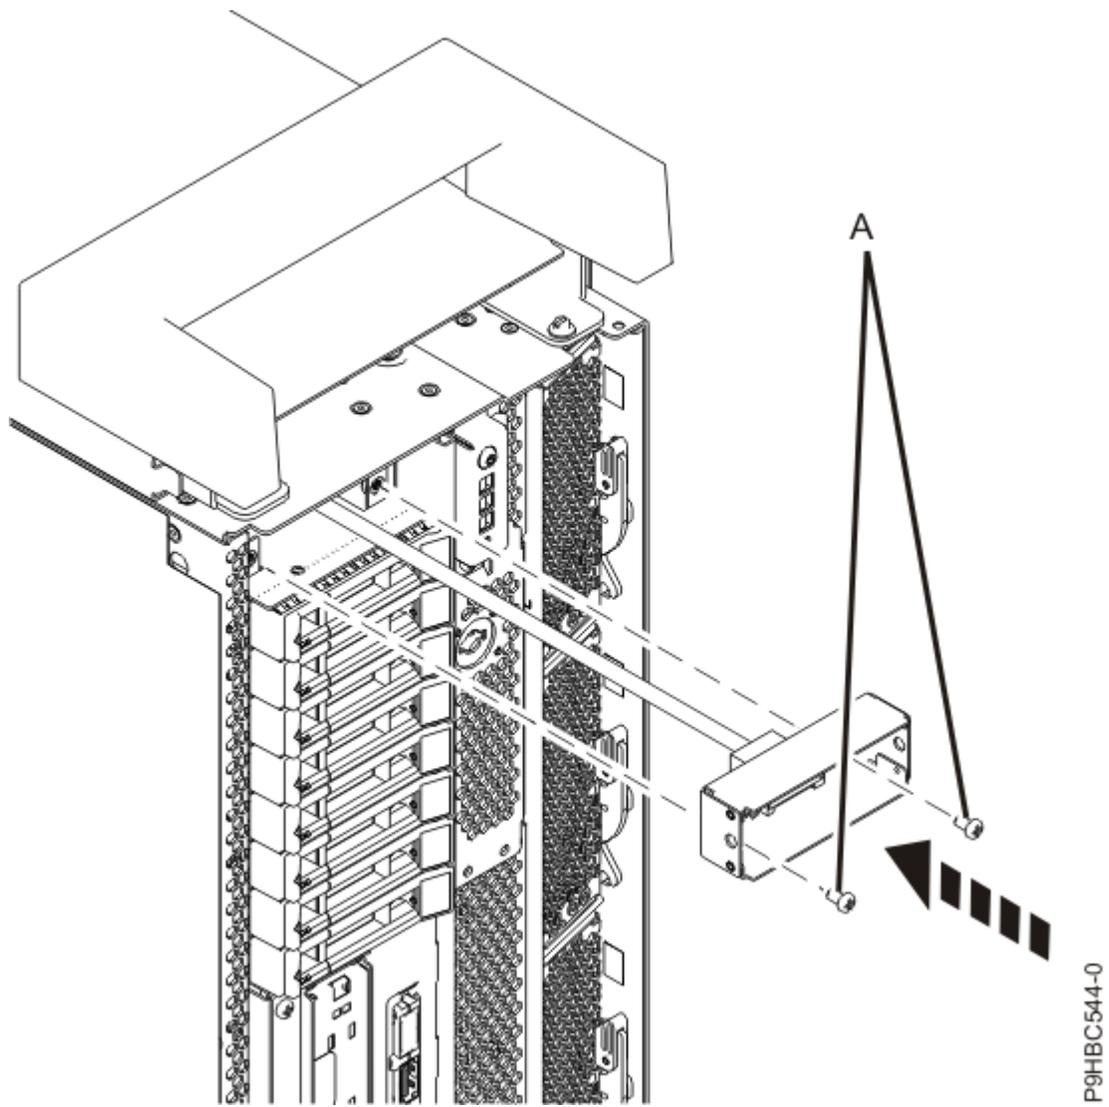
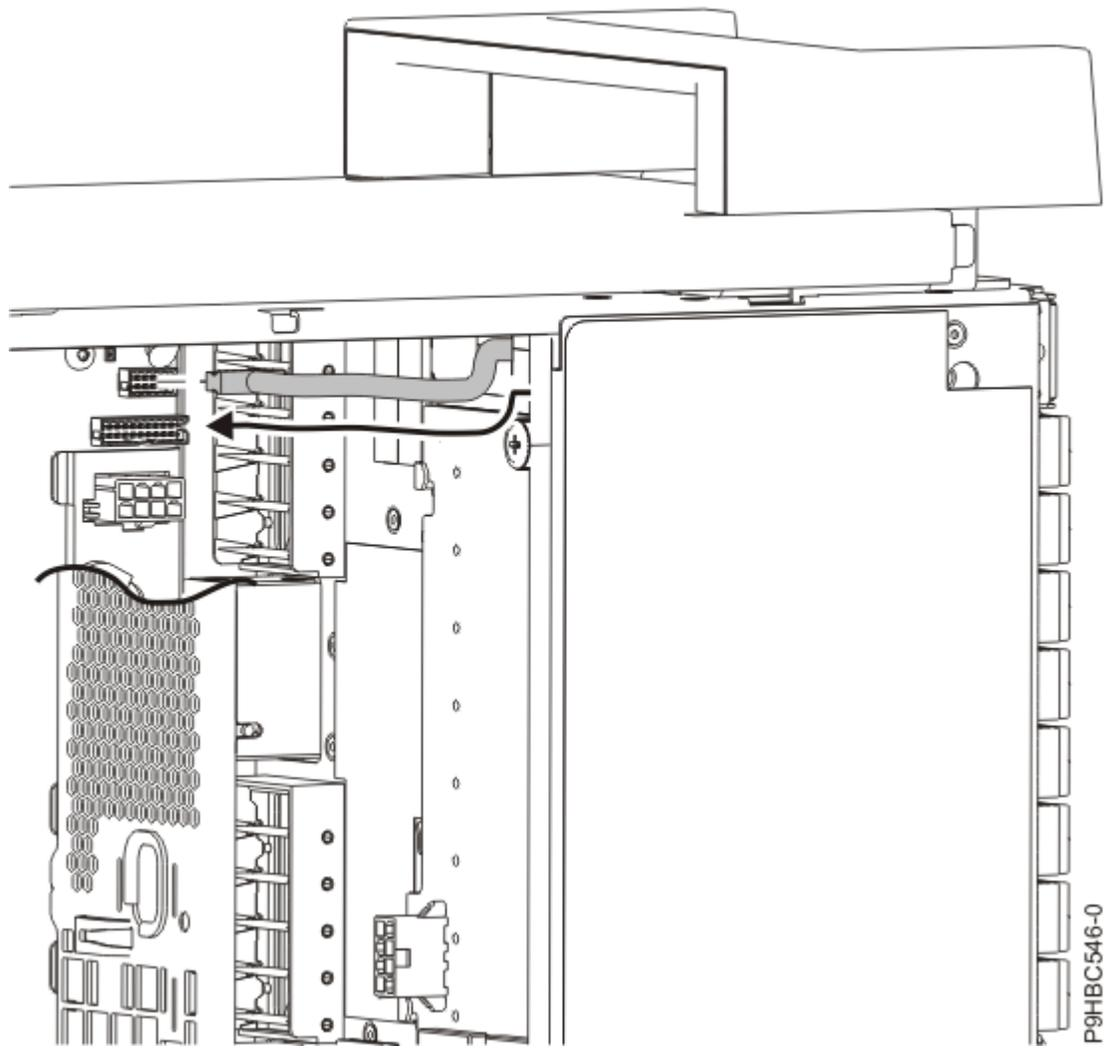

Figura 122. Inserir o cabo do ecrã do painel de controlo para um sistema autónomo
Figura 123. Caminho do cabo do ecrã do painel de controlo para um sistema autónomo
4. Para um sistema autónomo, insira o cabo do ecrã do painel de controlo no sistema conforme apresentado na Figura 122 na página 129 e Figura 123 na página 130.
Prenda a caixa do ecrã do painel de controlo ao sistema ao utilizar os dois parafusos **(A)** conforme apresentado na Figura 122 na página 129.